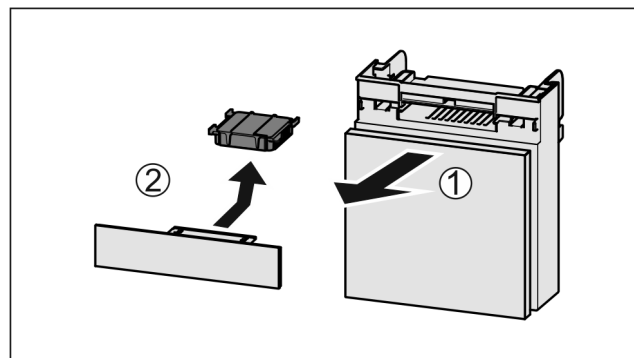

Fig. 272
- Dra ut Fig. 272 (1) lådan framåt.
- Ta ut Fig. 272 (2) aktivtkolfiltret.